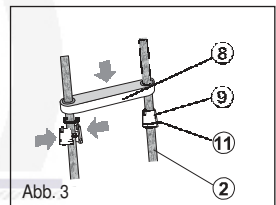
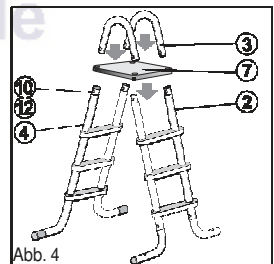

Abb. 3
Abb. 4
**BEMERKUNG:** Verfahren Sie von unterem Ende der Füße nach oben. Beachten Sie, dass die Stufen gegenüber den Füßen gleich orientiert sind. Nach der Montage können die Stufen ohne Beschädigung nicht mehr demontiert werden. Die Füße sind symmetrisch, müssen aber mit unterem Bogen auseinander orientiert werden (Abb. 4). Legen Sie zweiteilige Schelle [9] an Fuß [2] oder [4] an der Stelle der Einpressung (Abb. 3) an und sichern Sie sie mit Gummiring [11]. An die Schelle drücken Sie von oben die Stufe [8] solange an, als die Schlösser an Schellen am oberen Rand der Öffnung einrasten.